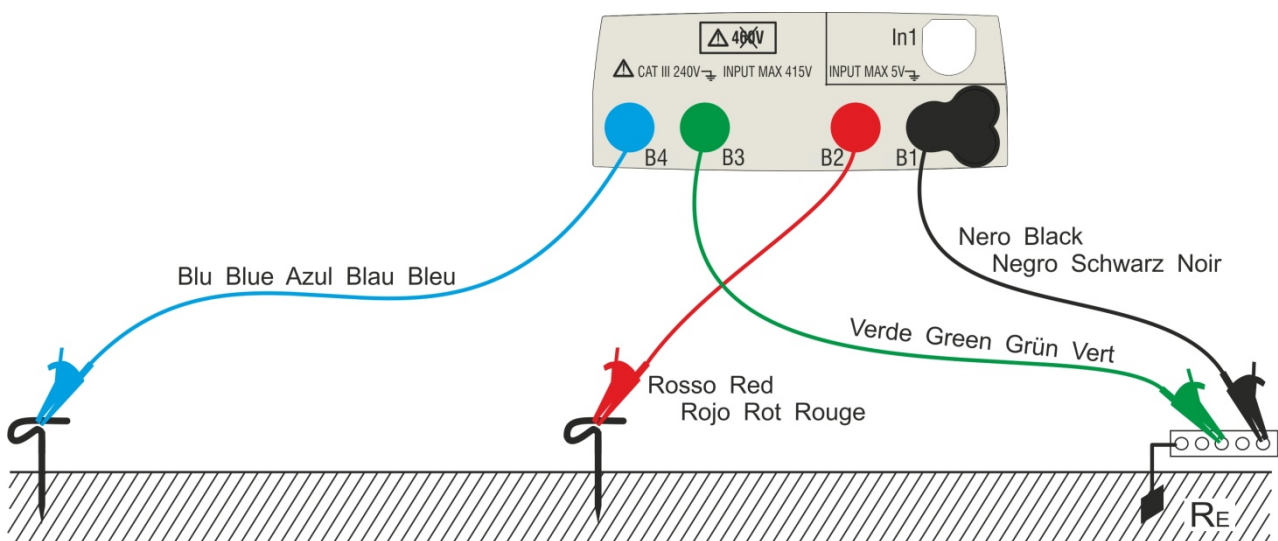
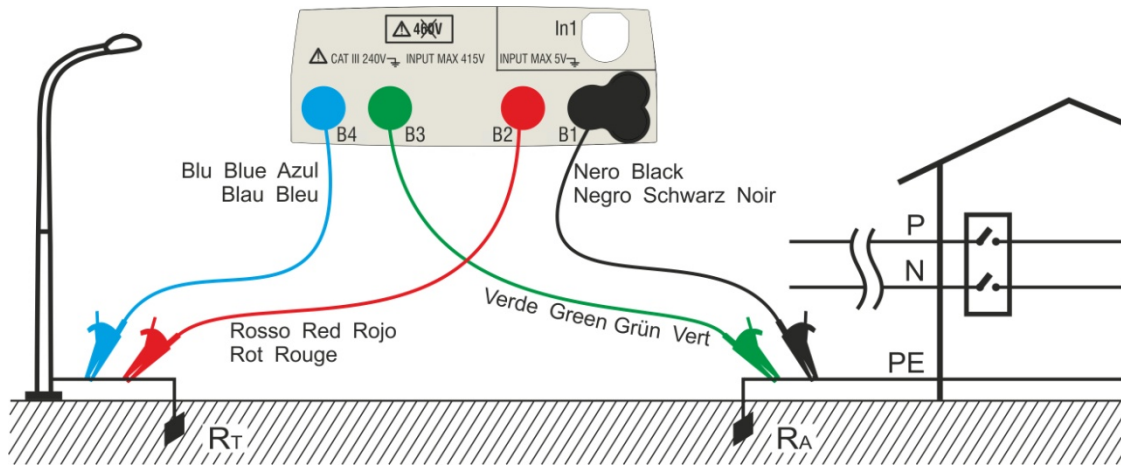
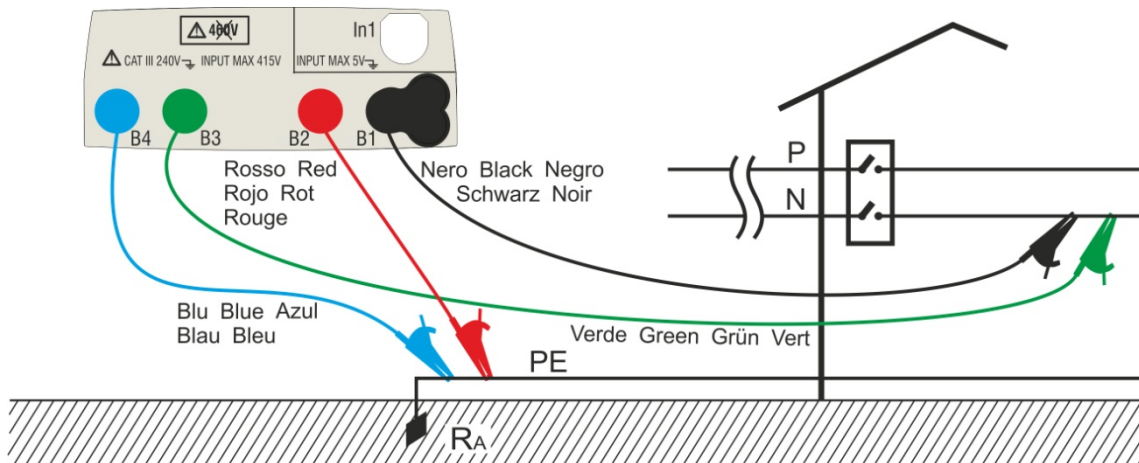
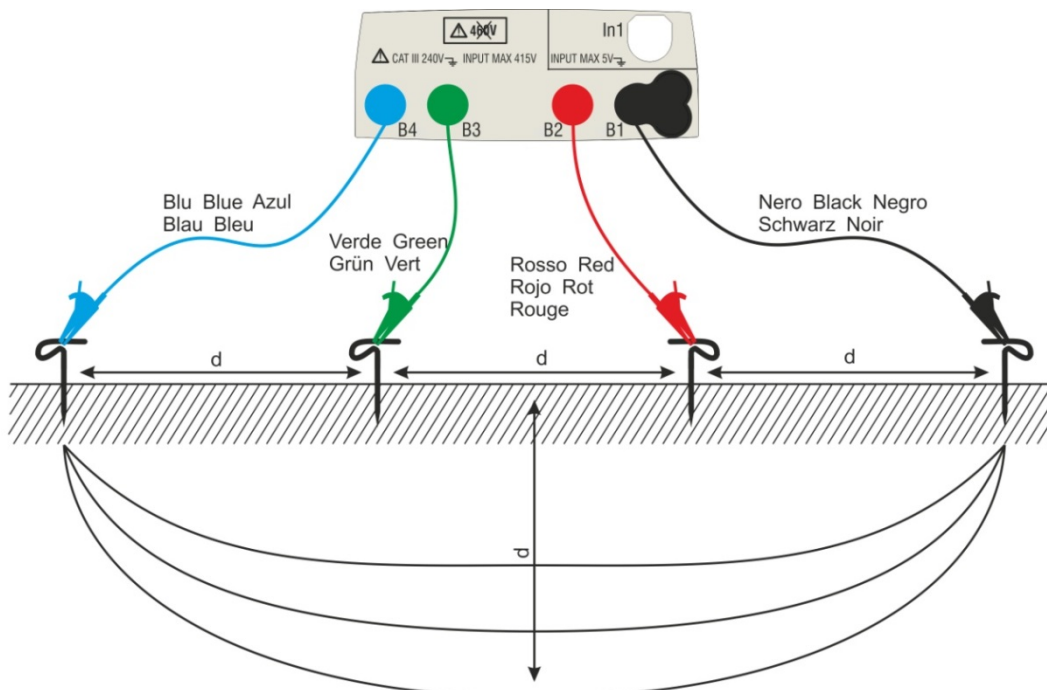

Abb. 24: 3-Punkt Erdungsmessung
Abb. 25: 2-Punkt-Erdungsmessung (mit Hilfsonde)
Abb. 26: 2-Punkt Erdungsmessung über N- Leiter an der Schalttafel
Abb. 27: Messung des spezifischen Erdwiderstandes
12. Schließen Sie die Krokodilklemmen an die Erdspeie und an das zu messende System entsprechend Abb. 24, Abb. 25, Abb. 26 oder Abb. 27 an.